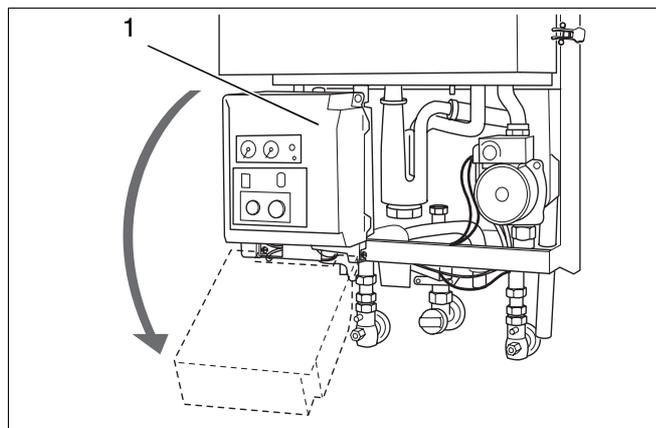

Fig. 7 Ribaltare verso il basso l'involucro dell'UBA
- Svitare la vite con testa a croce (fig. 7, pos. 1) nell'involucro dell'UBA.
- Aprire l'involucro dell'UBA (fig. 7).